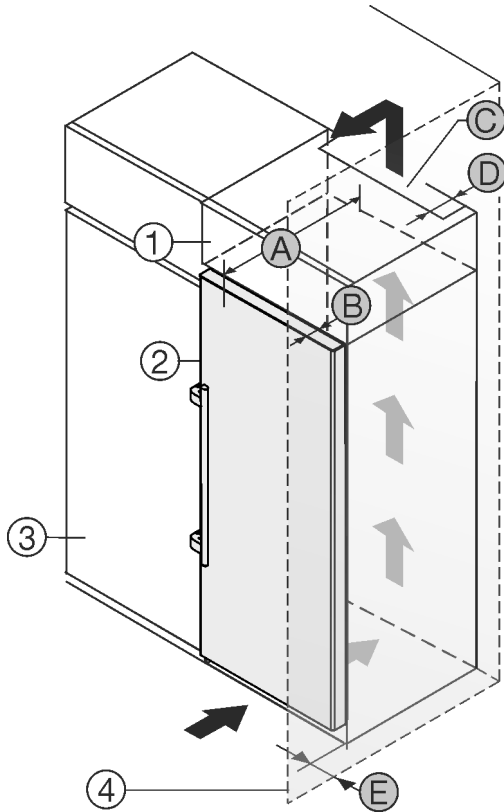

Fig. 30
此冰箱可安装在橱柜内。为了使冰箱 Fig. 30 (2) 与橱柜高度一致，可在冰箱上面放置一个附加柜 Fig. 30 (1)。
如果冰箱直接安放在橱柜 Fig. 30 (3) 旁边，至少需要与冰箱保持 5cm 的距离。为了能完全打开门，冰箱必须凸出橱柜正面一定深度 Fig. 30 (B)。根据橱柜的深度，使用壁距调整垫片可以使冰箱更为凸出。
- 在附加柜背面必须有一个竖风道，其深度 Fig. 30 (D) 应超过整个附加柜宽度。
- 盖板下必须保有通风横截面 Fig. 30 (C)。
如果将带铰链的冰箱放置在墙壁 Fig. 30 (4) 边，冰箱和墙壁必须保有距离 Fig. 30 (E)。这取决于冰箱门打开时把手与墙壁的距离。